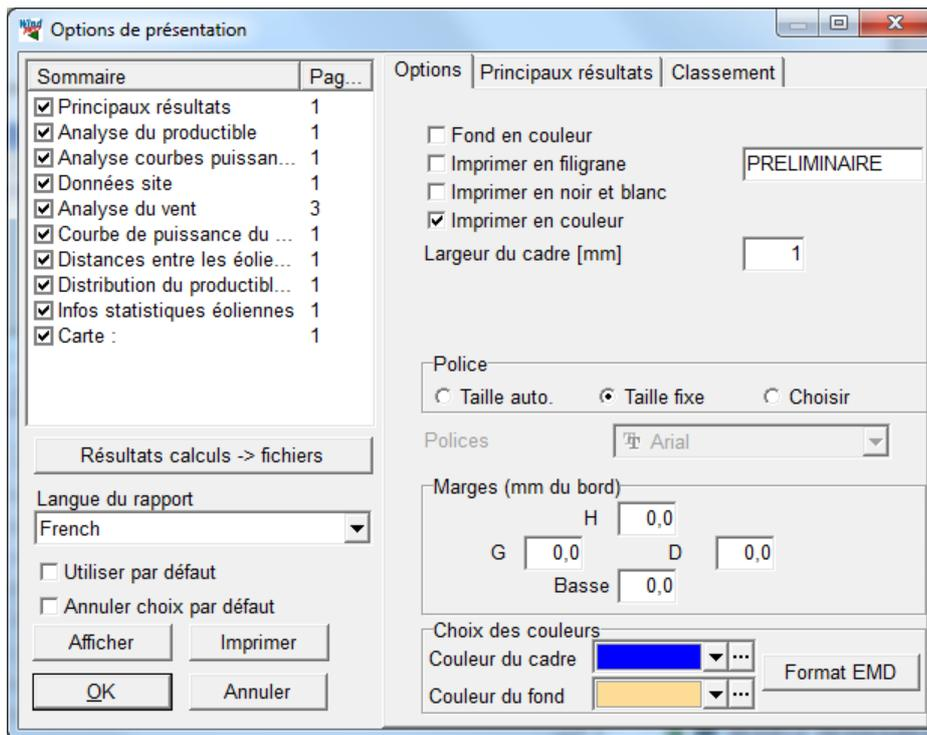

Figure 55
Pour lancer l'affichage ou l'impression de la totalité d'un rapport, sélectionnez-le par un clic gauche sur son titre, appelez le menu contextuel par un clic droit et choisissez *Ouvrir le rapport* qui ouvre la fenêtre *Options de présentation* de la Figure 55. C'est à partir de cette fenêtre que l'on lance l'affichage ou l'impression de la totalité du rapport en cliquant respectivement sur les boutons *Afficher* ou *Imprimer*.
Dans la partie gauche de la fenêtre, voir Figure 55, on trouve :
- L'onglet *Options*, voir Figure 55, permet de forcer l'impression en noir et blanc ou en couleur. Cette option peut se révéler pratique si le pilote de l'imprimante impose le noir et blanc alors que vous souhaitez enregistrer le fichier .pdf en couleur.